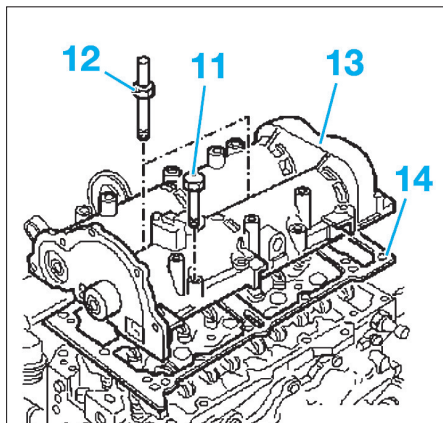

FIG. 73
- les 16 vis (11) de fixation du carter d'arbre à cames (Fig.73),
- les 2 goujons (12),
- le carter d'arbre à cames (13),
- le joint de carter d'arbres à cames (14).